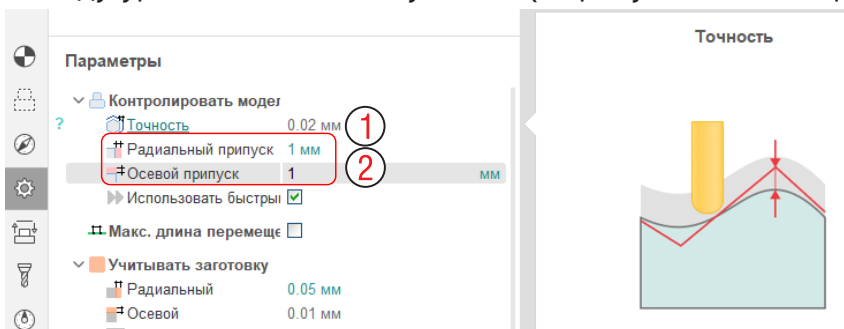

Рис. 2-6. Параметры Точность и Припуск.
Важными параметрами операции является Точность (1 на рис. 2-6) и Припуск (2). Т.к. мы рассматриваем черновую операцию, то надо задать припуск на последующую обработку. Не стоит задавать слишком большую точность, т.к. это увеличивает время расчета и размер управляющей программы. Оставим ее по умолчанию равной 0.02 мм.